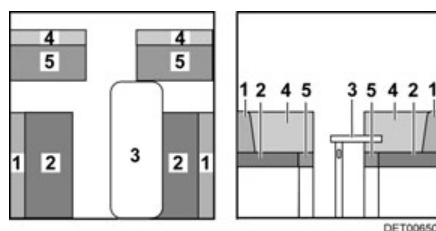

Fig. 145 Avant la transformation
- Enlever les coussins de dossier des sièges individuels (Fig. 145,4) et les placer de côté.